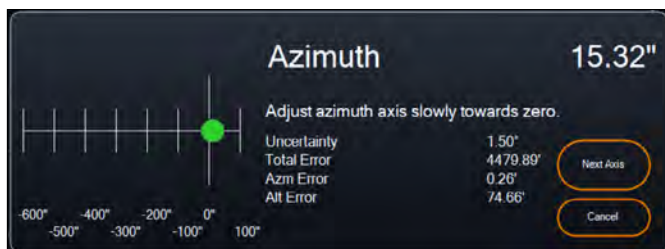

Fig. 18: Finestra Regolazione dell'asse azimutale durante l'allineamento polare in CPWI.
- Sollevare e ruotare l'intero treppiede e montarlo in modo che l'asse di ascensione retta (AR) punti approssimativamente verso nord. La posizione della montatura non deve essere perfetta. Puntare entro circa 5° rispetto al Nord in modo che la montatura sia all'interno del raggio delle manopole di regolazione fine dell'azimut della montatura. Utilizzare un'app bussola gratuita per il proprio smartphone se si ha bisogno di aiuto per trovare il nord.
4. Dopo che SSAG ha ottenuto i suoi riferimenti di allineamento polare, visualizzerà la finestra di regolazione dell'asse azimutale (Fig. 18). Regolare lentamente l'azimut della montatura finché l'"Errore Azm" non è inferiore a due minuti d'arco.